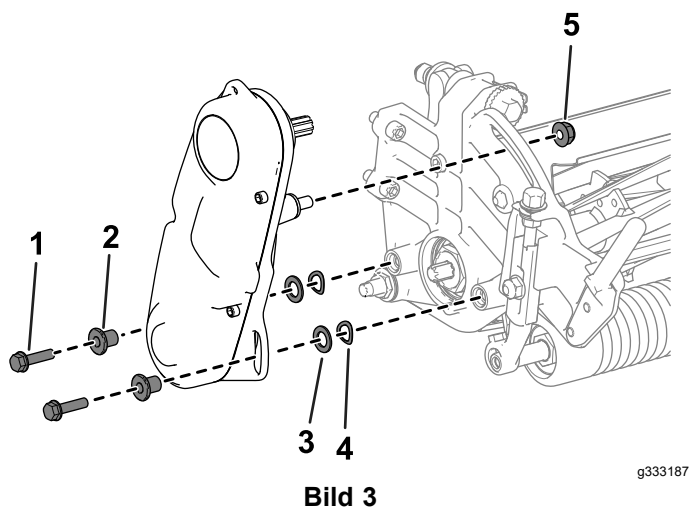

Bild 3
- Entfernen Sie die Befestigungsmittel, mit denen die Spindelantriebsbaugruppe an der Seitenplatte befestigt ist (Bild 3).
- Entfernen Sie die Spindelantriebsbaugruppe, Unterlegscheiben, Federscheiben und Distanzstücke von der Seitenplatte (Bild 3).